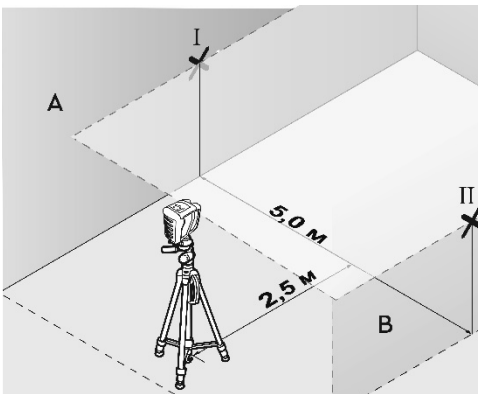

Рисунок 7
3.4.2 Позначте на обох стінах на відстані 2,5 м від приладу середину лазерної лінії (точка «I» на стіні «A» і точка «II» на стіні «B») (дивіться рисунок 7).